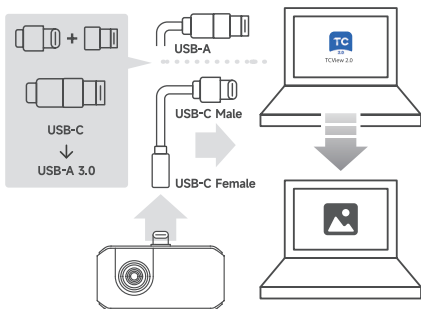

Figura 3.2.1
2. Collegare la telecamera M192 a un computer basato su Windows utilizzando il cavo adattatore in dotazione (vedere figura 3.2.1).